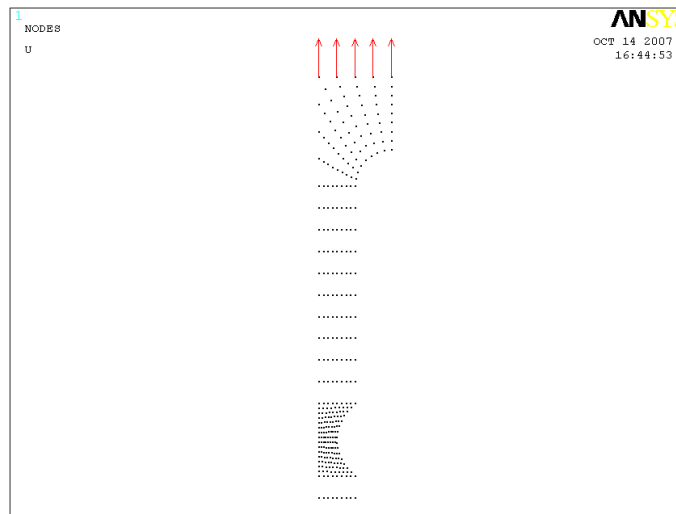

Рисунок 40. Результаты приложения нагрузки к узловым точкам «составной части» *NODE_ROR_LOAD*
- Нажимаем кнопку **OK** (Рисунок 40).